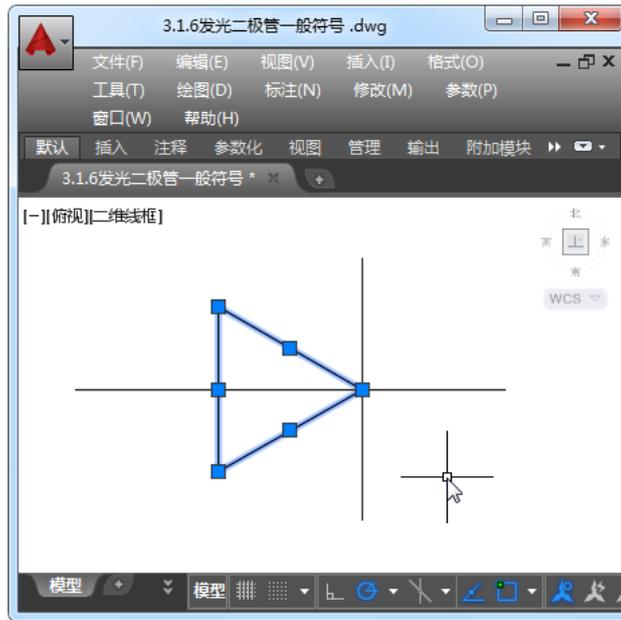

图 3-22 绘制出等边三角形
Step11: 选中刚绘制的3条相交直线,如图3-22所示,等边三角形绘制完成。